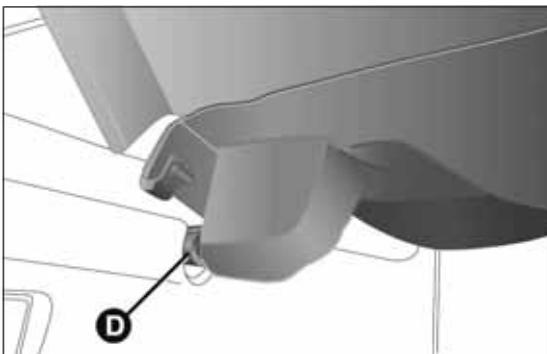

fig. 86
- soltar los pernos D fig. 86 situados en el exterior de la repisa, y luego desmontar la bandeja B tirando de ella hacia arriba;